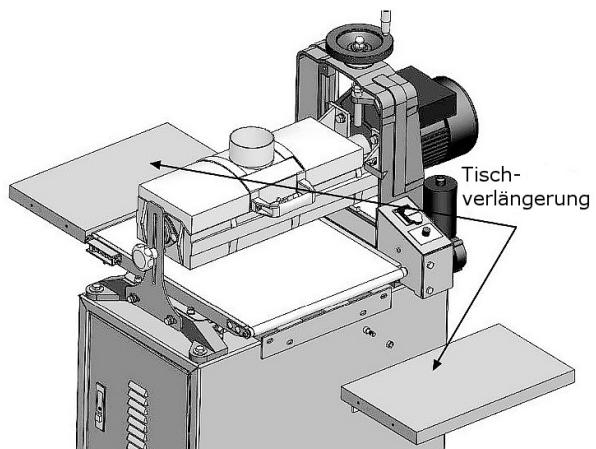

Abb. 7: Tischverlängerung montieren
**Schritt 3:** Tischverlängerung (Abb.7) an der Einzugsöffnung der Maschine mit Schrauben und Unterlegscheiben montieren. Die Höhe der Tischverlängerung kann durch Drehen der Einstellschrauben verstellt werden.